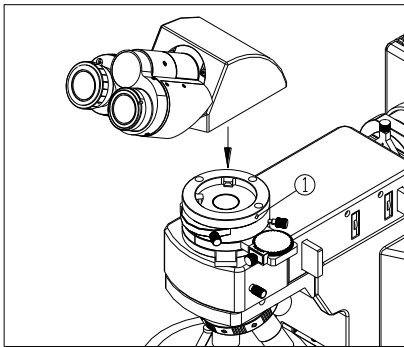

图 11
- (1) 将观察筒锁紧螺钉①完全松开。(如图 11)
- (2) 把观察筒底部的燕尾接口从中间镜筒上的圆孔中心偏右的位置, 略微左倾, 沿孔口插入圆孔, 使观察筒的双筒朝前, 并旋紧锁紧螺钉。